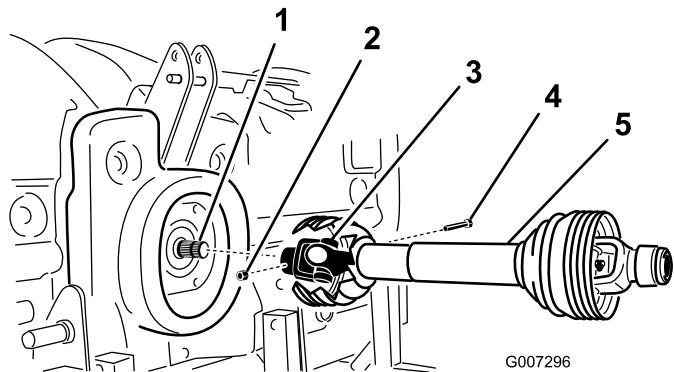

Figure 8
2. Accouplez l'arbre de PDF à l'arbre d'entrée de la boîte d'engrenages au moyen d'un boulon de $1/2 \times 3,00"$ et d'un écrou de $1/2"$ (Figure 8).